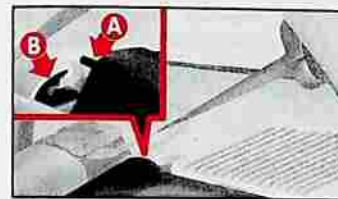

fig. 70
2) Dégager les doigts A-fig. 70 de la tablette de leurs logements B.